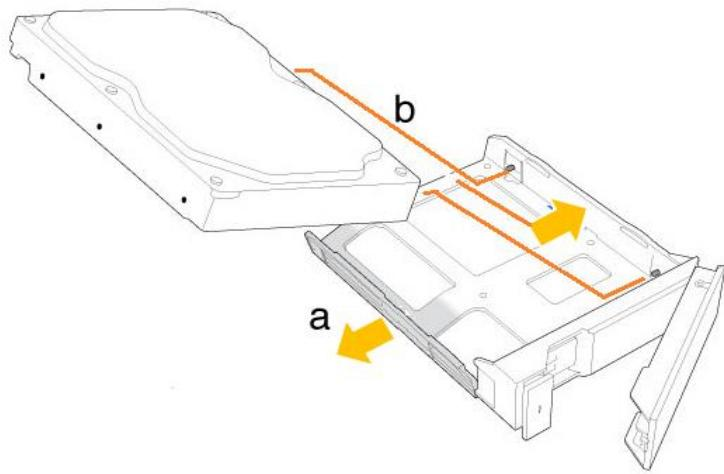

Рисунок 135 - Закрепите жесткий диск в лотке двумя штырьками
4.1) Чтобы установить жесткий диск в пустой лоток, осторожно отодвинуть левый край и закрепить жесткий диск двумя расположеными справа штырьками (см. Рисунок 135).